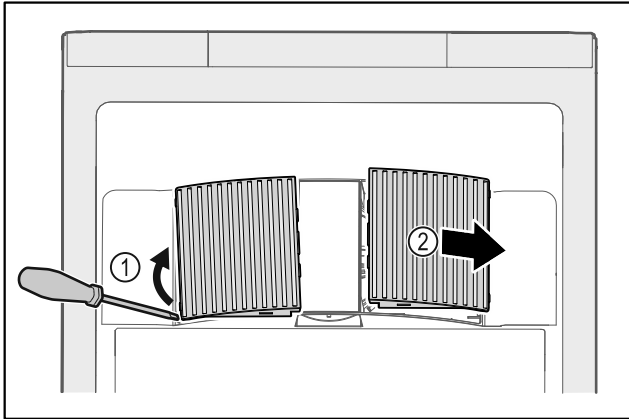

Fig. 58
- ▶ Scoateți cu grijă capacele ventilatoarelor de pe partea laterală Fig. 58 (1) și scoateți-le spre partea din față Fig. 58 (2).